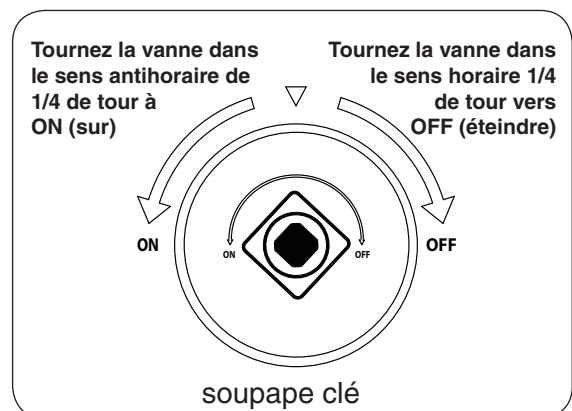

Fig. 38-2
4. **Une fois que le match est en feu et en position**, tournez la vanne clé sens anti-horaire d'un tour à la position **ON (sur)** 1/4 (voir Fig. 38-2). Votre brûleur devrait s'allumer.
Pour éteindre votre brûleur à gaz, tourner la soupape clé vers la droite d'une tour à la position **OFF (éteindre)** 1/4 (voir Fig. 38-2). Assurez-vous que la vanne clé est tournée entièrement au large pour éviter toute fuite de gaz.